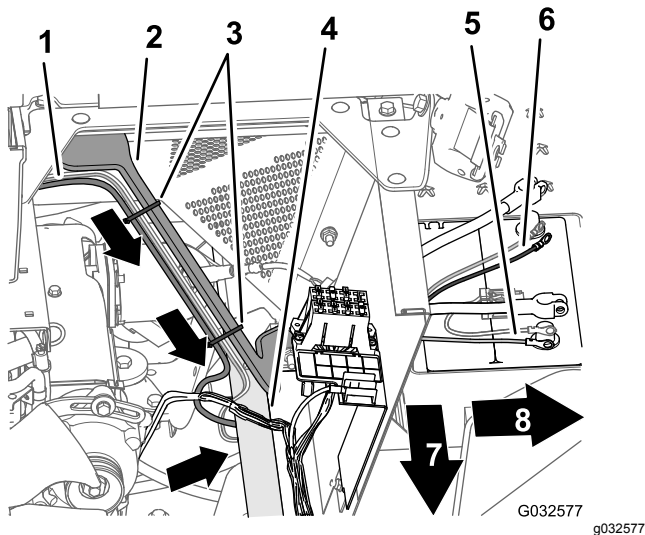

Figura 164
- Sujete el arnés al orificio del ángulo de la caja del asiento y al soporte de la cubierta del motor con 3 bridas (Figura 163 y Figura 164).
- Enrute el fusible de 10 A y los terminales de anillo positivo y negativo de la rama de 220 cm del arnés eléctrico del sistema de navegación a la parte superior de la batería (Figura 164).